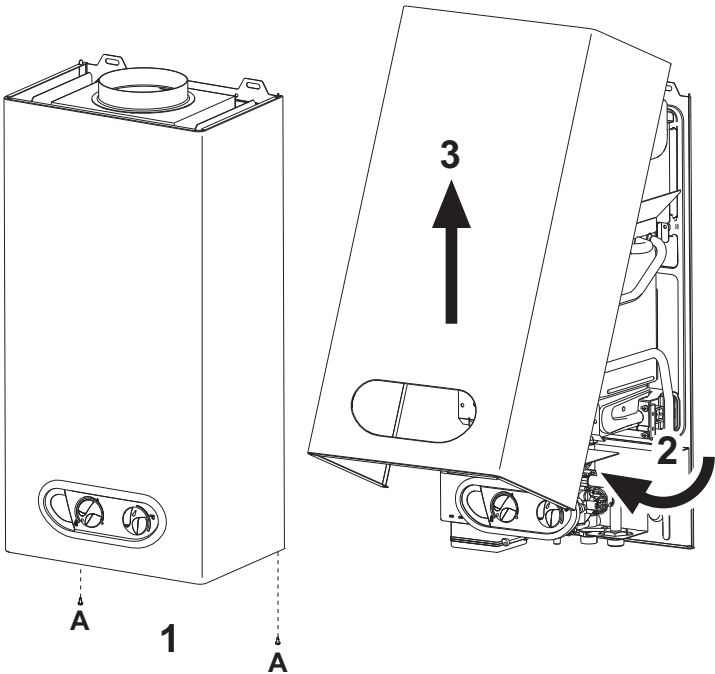

fig. 11 - Apertura de la cubierta
- 1. Desenrosque los dos tornillos A (fig. 11).